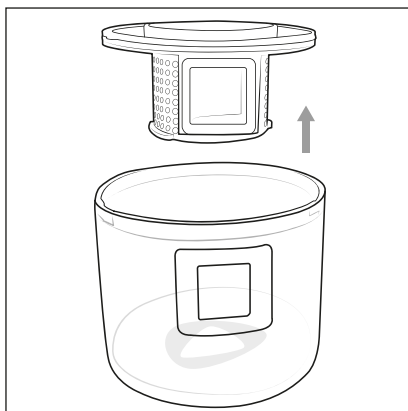

Fig. 6
- 3) Introduceți mâna în orificiul filtrului de praf **6** și trageți-l din recipientul de praf **4** (fig. 6).